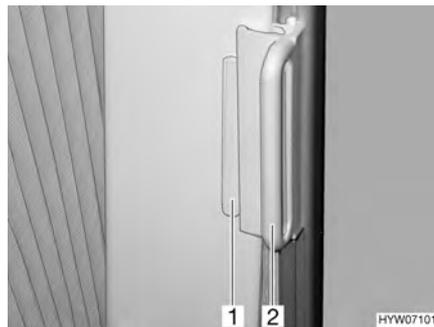

Fig. 75 Tendina oscurante pieghevole, finestra della cabina guida
- Afferrare l'impugnatura (Fig. 75,2) delle tendine oscuranti pieghevoli e chiudere tirando con prudenza finché il fermo magnetico non blocca la tendina oscurante pieghevole.
- Spingere l'impugnatura (Fig. 75,2) fino al sopralzo (Fig. 75,1). La tendina oscurante pieghevole è ora bloccata.